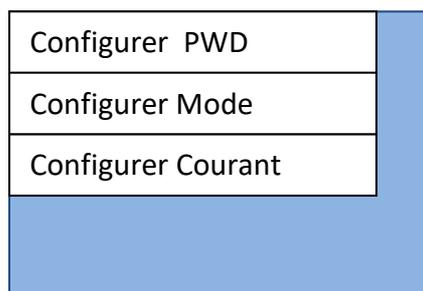

Figure 23 - Page de configuration du mot de passe, du mode d'utilisation et de la puissance
- 2) Figure 23.
- 5) Figure 23. Deux pages (Figure 25a et Figure 25b) s'ouvriront l'une après l'autre, en quelques secondes. Attendre, sans appuyer sur les touches, que la page de la Figure 25b apparaisse.
- 8) Figure 23. Deux pages (Figure 26a et Figure 26b) s'ouvriront l'une après l'autre, en quelques secondes. Attendre, sans appuyer sur les touches, que la page de la Figure 26b apparaisse.